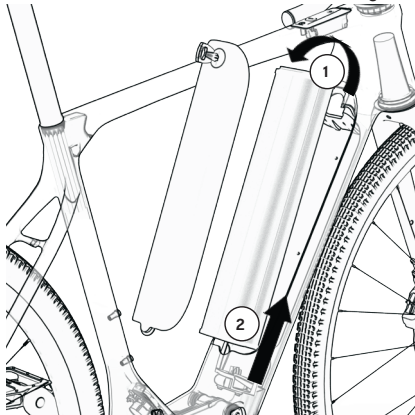
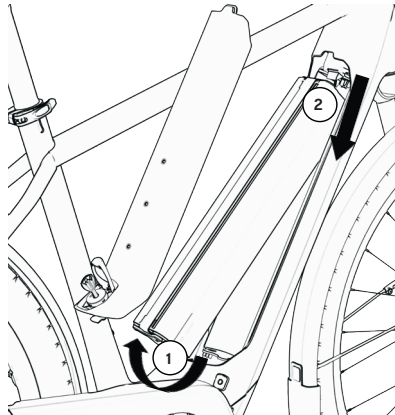

Abb. 3/ Schlosseite oben
Abb. 4/ Schlosseite unten
3. Der Akku kann nun aus dem Rahmen entnommen werden. Schwenken Sie dazu den Akku schlosseitig aus der Akkuhalterung heraus ① und ziehen Sie diesen aus dem elektrischen Kontaktbereich ②. Die Schlosseite kann sich je nach Modell oben „Abb. 3/ Schlosseite oben“ oder unten „Abb. 4/ Schlosseite unten“ befinden